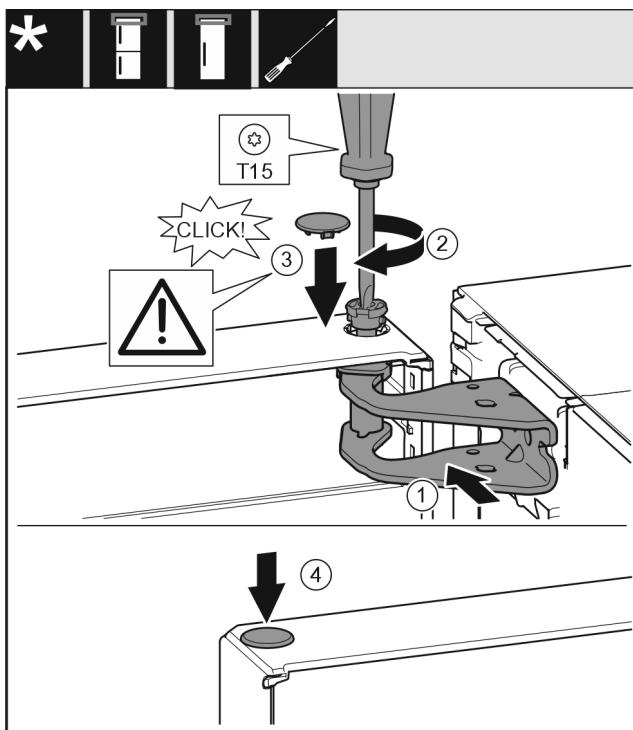

Fig. 26
- ▶ 将门的上方对准托架中的开口。Fig. 26 (1)
- ▶ 放入螺栓 Fig. 26 (2) 并用螺丝刀拧紧。
- ▶ 安装冰箱门安全装置的安全盖 Fig. 26 (3)：放入安全盖并检查其是否在门上。此外将螺栓完全插入。
- ▶ 放上堵头 Fig. 26 (4)。